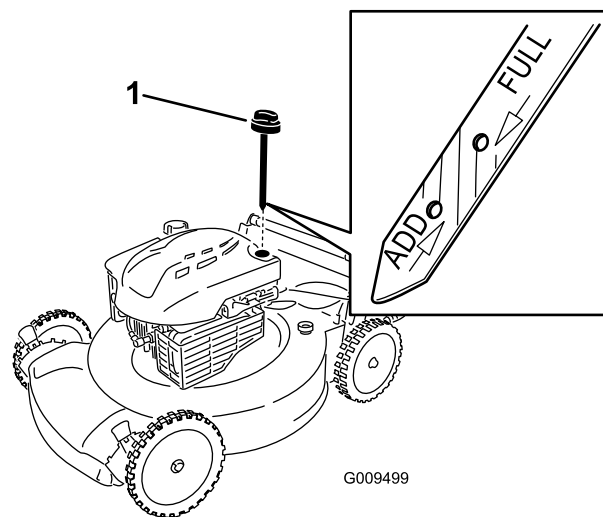

Figura 25
6. Rimuovete l'asta di livello dal tubo di riempimento dell'olio (Figura 25).